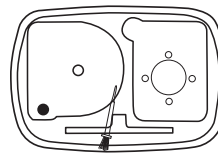

Рис. 6
4. Очистите бак для воды теплой водой и мягким мылом, протрите базу влажной тканью. Используйте кисточку, предназначенную для чистки ультразвуковой мембраны (рис. 6).